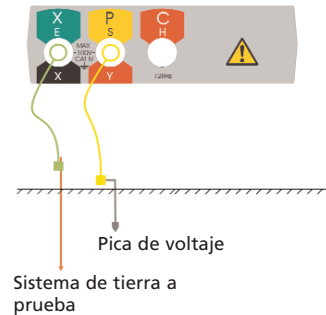

Figura 13: Conexiones para la medición del voltaje del ruido de tierra y la resistencia de dos terminales
1. Con el interruptor de selección situado en la posición 'OFF', conecte el instrumental como se muestra en la Figura 13.
1. Con el interruptor de selección en la posición OFF, conecte el instrumental como muestra la Figura 13, pero conectándolo a la parte de la instalación que quiera probar.